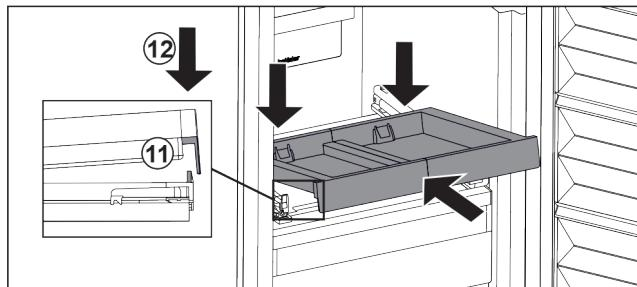

Fig. 33
- ▶ Вкарайте под ъгъл. Обърнете внимание на това, ограничителят и от двете страни да е зад езичето. Fig. 33 (11)
- ▶ Спуснете изтеглящата се дъска отпред. Fig. 33 (12)